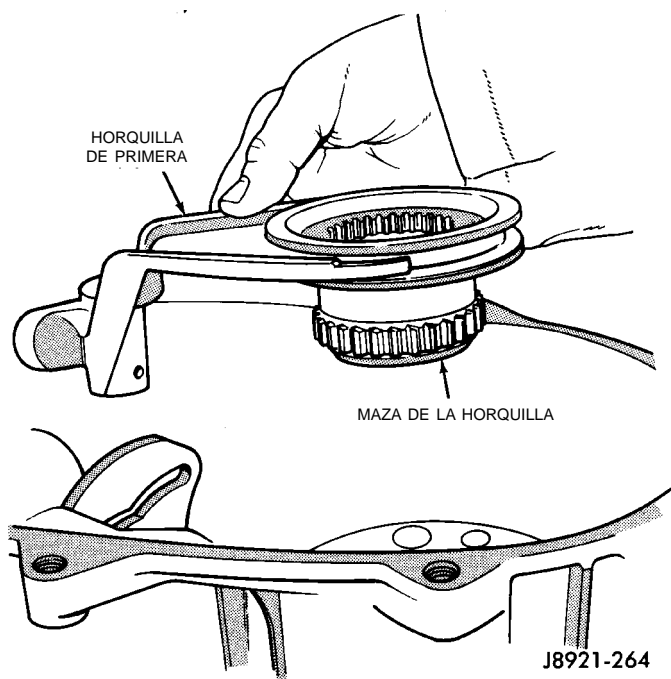

Fig. 36 Desmontaje de la horquilla de primera y maza
- (14) Retire la horquilla de primera y la maza (Fig. 36).